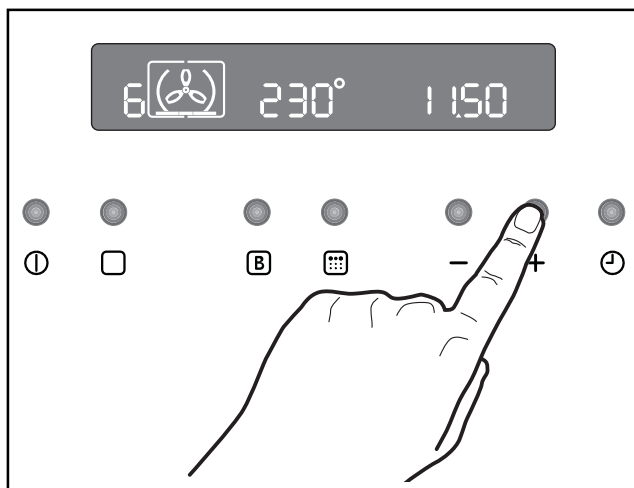

Fig. 7
1. Utilisez les touches “-” ou “+” pour modifier la température prédéfinie tandis que le symbole “” clignote (Fig. 7).